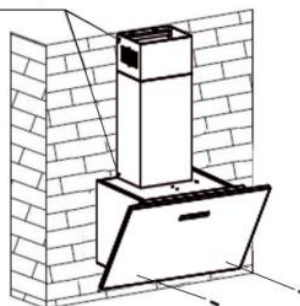

Рис. 5
4. Закрепите внутренний и внешний короба к креплениям с помощью 2 болтов (ST4\*8мм). Закрепите корпус болтами (ST4\*30 мм) (см. рисунок 5).